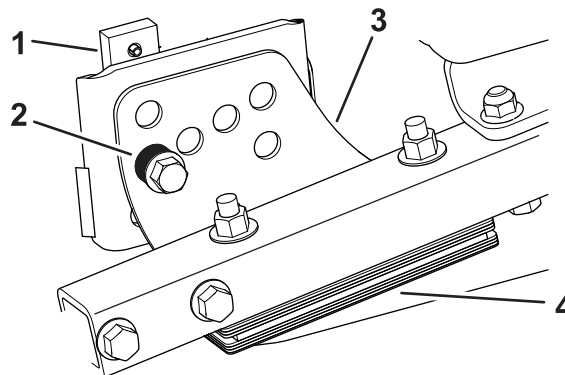

Рисунок 21
2. Ослабьте болт, который крепит каждый кронштейн высоты скашивания к пластине регулировки высоты скашивания (с передней и боковых сторон), как показано на Рисунок 21.
4. Удерживая камеру, снимите проставку (Рисунок 21).